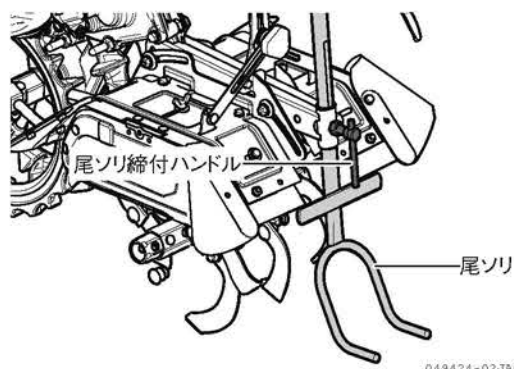

図 3-15 耕うん深さの調節のしかた (YK301SK,S)
1. 尾ソリ締付ハンドルをゆるめます。(図 3-15)
3. 調整後は、尾ソリ締付ハンドルで固定します。(図 3-15)